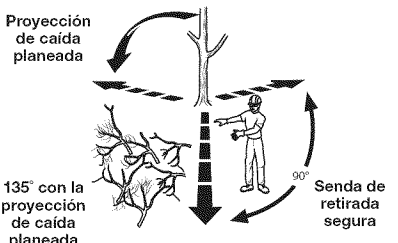

Fig. 17
- Determine la senda a utilizar para apartarse (o las sendas, por si una de ellas queda bloqueada). Despeje el área alrededor del árbol y compruebe que no existan obstáculos en los trayectos de retirada previstos. Despeje la senda de retirada segura en un ángulo de unos 135° en relación con la horizontal de caída planificada (Fig. 17).